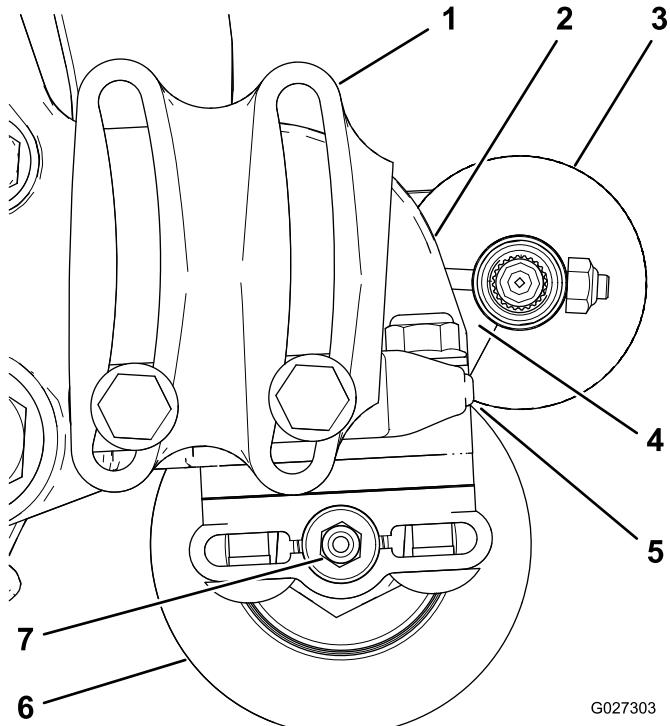

Figura 12
2. Posicione a escova do rolo de forma a que toque ou apoie no rolo traseiro (Figura 12).